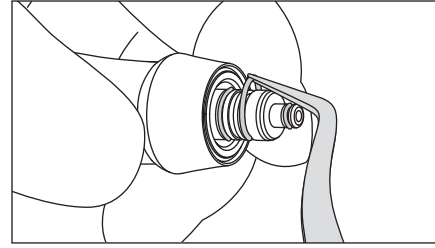

Fig.12
- O-ring kısmına toz yapışırsa, o-ring çıkarak O-ringi ve yuvasını dikkatli bir şekilde iyice temizleyin. (Fig. 12)